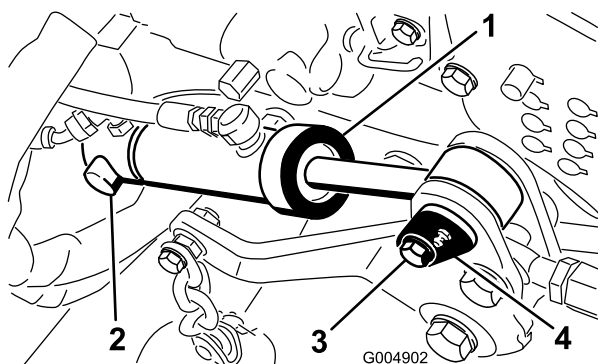
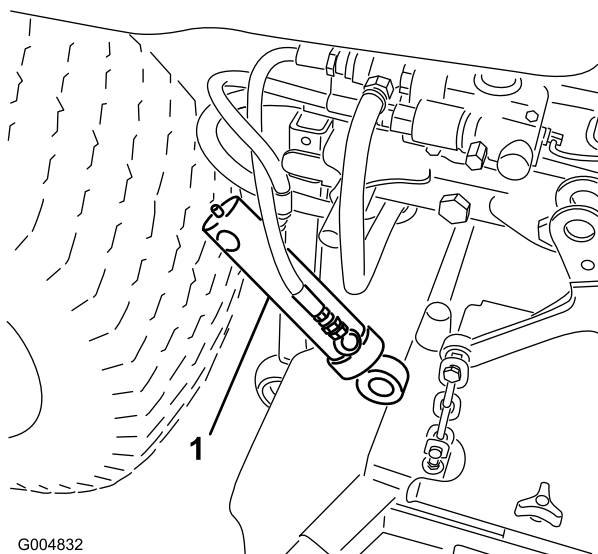

Figure 100
Figure 101
8. Déposez la bague de retenue qui fixe l'arrière du vérin de levage du tablier à l'axe de pivotement (Figure 100).
9. Retirez la vis qui fixe l'axe de pivotement de vérin avant au cadre de la tondeuse (Figure 100). Retirez le serre-câble qui fixe les flexibles de pression et du réservoir.
10. Déposez l'axe de pivotement avant et déposez le vérin de l'axe arrière (Figure 100). Laissez pendre le vérin à l'écart des flexibles (Figure 101).